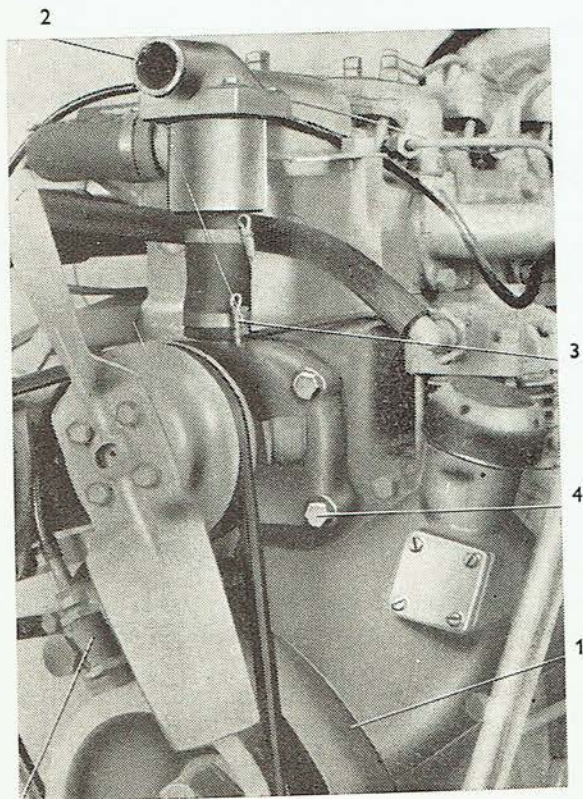
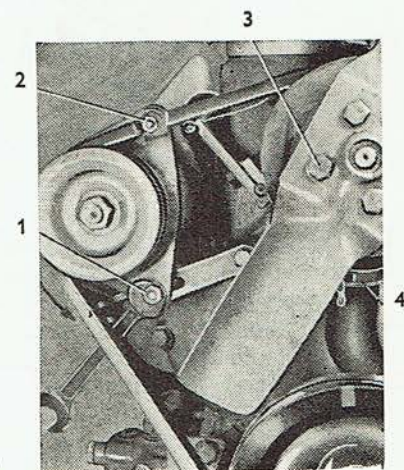

Abb. 8
Abb. 9
3. Die Mutter an der Lichtmaschinenstrebe (Abb. 9/1) und die Muttern (Abb. 9/2) am Lichtmaschinenhalter sind zu lockern. Die Lichtmaschine ist in Pfeilrichtung zu neigen, wodurch der Keilriemen gelöst wird.
4. Vier Schrauben M 8×18 (Abb. 9/3), welche den Lüfter und den Keilriemen halten, sind auszuschauben; die Riemenscheibe ist von der Wasserpumpennabe abzunehmen.
5. Die Spange (Abb. 8/3) des Gummischlauches, welcher den Körper der Wasserpumpe mit dem Wärmereglerkörper verbindet und die Spange des Gummi-Saugrohres, welches den Wasserpumpenkörper mit dem Kühler (Abb. 9/4) verbindet, sind zu lösen. Der Schlauch ist vom Wasserpumpengehäuse abzuziehen.
6. Vier Schrauben M 10 (Abb. 8/4), die das Wasserpumpengehäuse an den Kurbelkasten befestigen, sind auszuschauben, wodurch auch die Führung des Dekompressors gelöst wird.